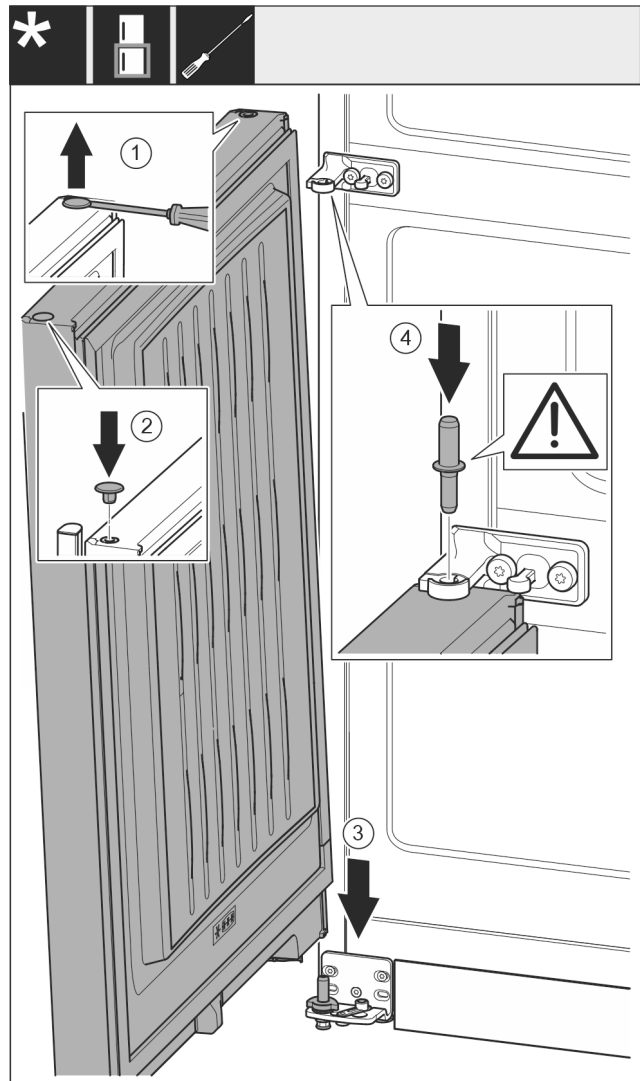

Fig. 56
- ▶ 将堵头 Fig. 56 (1) 用带槽螺丝刀小心地提起并将其拉出。
- ▶ 将堵头 Fig. 56 (2) 重新放入门的另一侧。
- ▶ 将冰箱门 Fig. 56 (3) 从上方将放在下面的轴承螺栓上。
- ▶ 将中间轴承螺栓 Fig. 56 (4) 通过中间托架放置在冰箱下方门内。同时注意止动凸轮需指向后方。